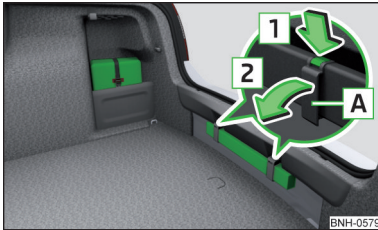

Abb. 154
Der Verbandskasten kann mithilfe eines Spannbands an der rechten Seite des Gepäckraums befestigt werden » Abb. 154.
Das Warndreieck kann in die Aussparung unter der Ladekante eingeschoben und mit Befestigungsbändern gesichert werden » Abb. 154.
- Zum **Lösen** die Verriegelung am Band in Pfeilrichtung **1** drücken und das Band **A** in Pfeilrichtung **2** aufklappen » Abb. 154.